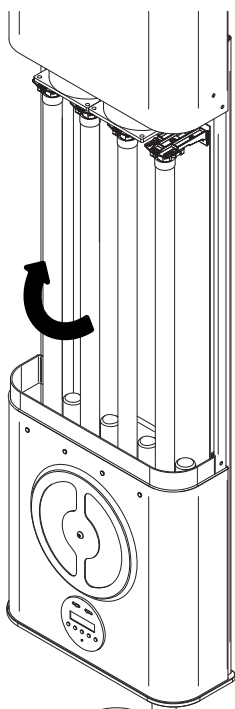

Abb.12
5. Jetzt kann man die Lampen austauschen; um fortzufahren die Lampe vorsichtig ergreifen und **um 90°, drehen, bis man einen "Doppel-KLICK" wahrnimmt**; an dieser Stelle kann man die Lampe abziehen. Den Vorgang für alle 4 Lampen wiederholen. (Abb. 12)